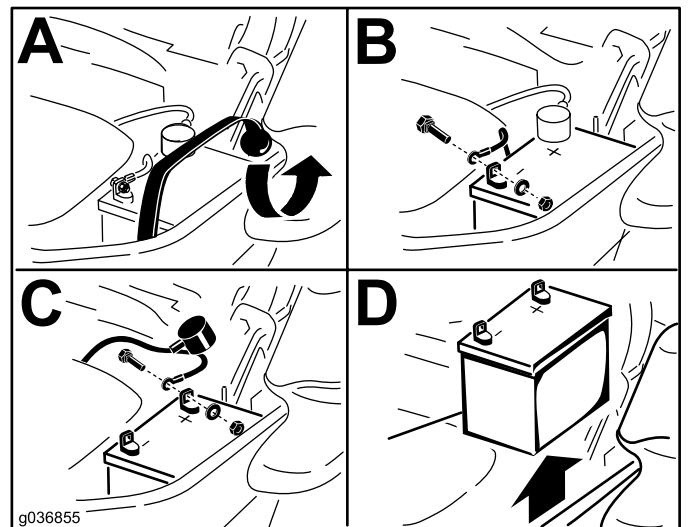

Bild 50
3. Nehmen Sie die Batterie heraus, wie in Bild 50 abgebildet.
1. Legen Sie die Batterie so in das Fach, dass die Anschlussklemmen auf der anderen Seite des Hydraulikbehälters sind (Bild 50).
4. Befestigen Sie die Kabel mit zwei Schrauben, 2 Scheiben und 2 Sicherungsmuttern (Bild 50).
6. Befestigen Sie die Batterie mit dem Gummiriemen (Bild 50).